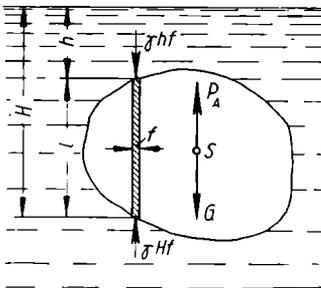

Bild 228
43. a) Was versteht man unter „Auftrieb“ eines eingetauchten Körpers (Bild 228)? b) Wie groß ist der Auftrieb? c) Wo liegt der Angriffspunkt des Auftriebs? d) Wie ändert sich der Auftrieb eines vollständig untergetauchten Körpers mit der Tiefe unter Wasser?